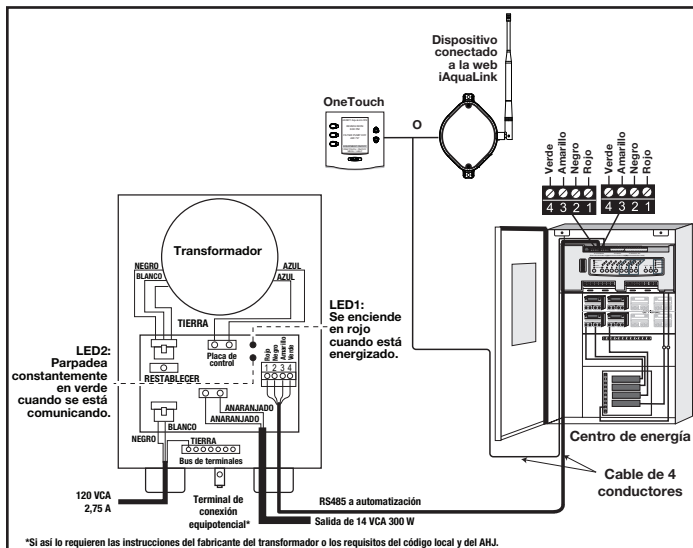

Figura 9. Cableado de las luces LED al controlador de luces LED Infinite WaterColors
Consulte la Figura 9 para conectar las luces LED sin nicho Infinite WaterColors Jandy y el manual del controlador de luces LED Infinite WaterColors para conectar el controlador de luces LED Infinite WaterColors al sistema de automatización AquaLink.
3. Conecte los cables de bajo voltaje negro a anaranjado y blanco a anaranjado. Consulte la Figura 9.